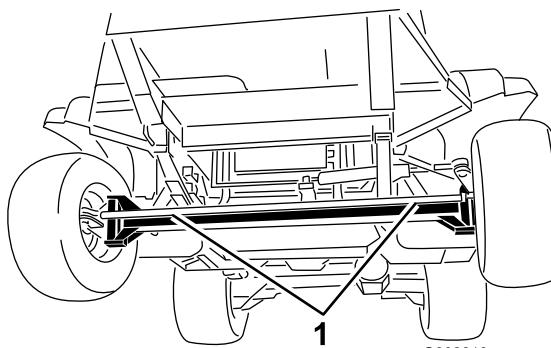

**Bild 57**
3. Drehen Sie das Abschleppventil (Bild 57) um 90° in eine Richtung, um es zu öffnen.